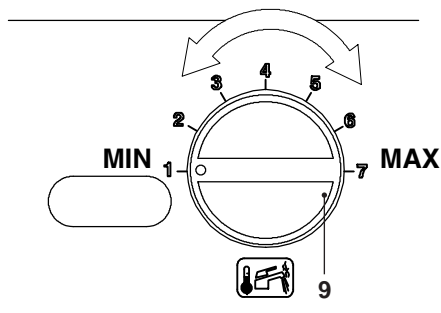

Figura 9.19
- Ruotare la manopola regolazione temperatura sanitari 9 in Figura 9.19 al minimo, sul display LCD compare la seguente visualizzazione (la sequenza **P09** si alterna a **01**).